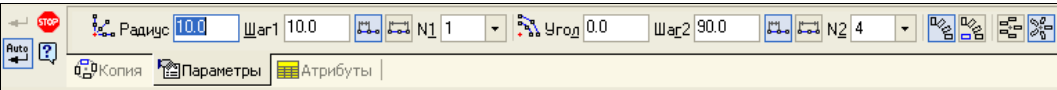

Рис. 10.17. Панель свойств в режиме Копия по концентрической сетке
- ◆ щелкните ЛК мыши по вкладке **Параметры** (рис. 10.17), и она активизируется. Элементы управления на этой вкладке представлены в табл. 10.2;